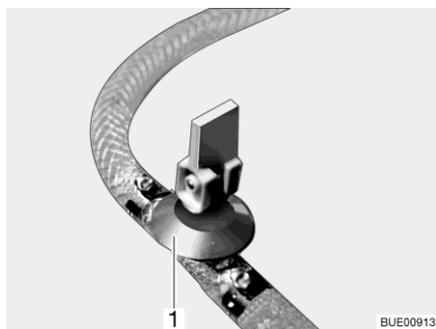

Fig. 168 Robinet de vidange (avec levier à bascule)
- Fermer tous les robinets de vidange. Placer pour ce faire le levier à bascule du robinet de vidange (Fig. 168,1) à l'horizontale.